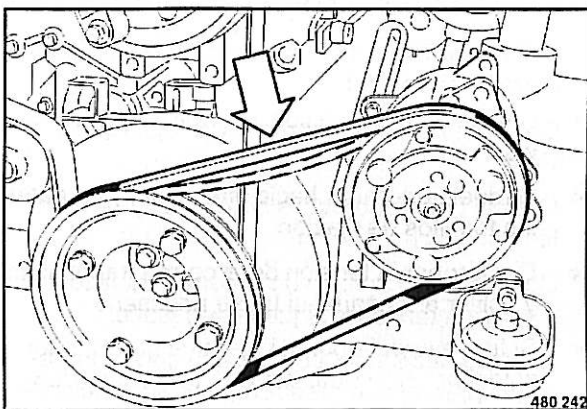

Fig. 96
- Comprobación visual de la correa trapezoidal (Fig. 96) por todo su contorno por deterioros o grietas. Cambiar una correa trapezoidal deteriorada o desgarrada.